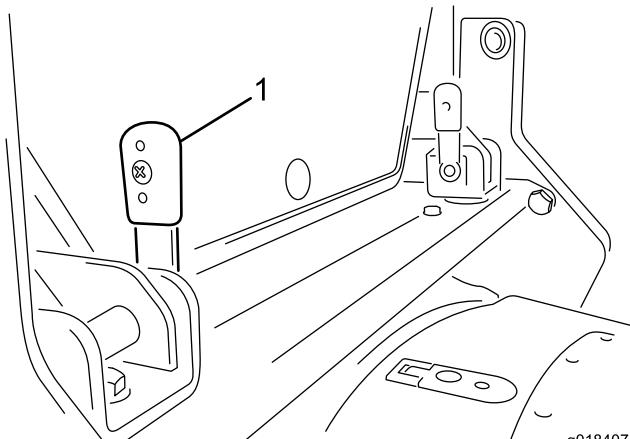

Figura 15
1. Gire hacia arriba las dos palancas de bloqueo situadas en el travesaño de la parte trasera de la cabina (Figura 15).
2. Con las palancas en la posición vertical (Figura 15), presione para introducirlas a través de los soportes. Podría ser necesario mover las palancas dentro de los soportes para alinear las clavijas de bloqueo con las ranuras.